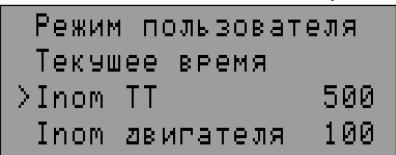

Рисунок 5.5 – Меню пользователя
- 2) кнопками **ВВЕРХ** или **ВНИЗ** выбрать необходимый параметр (на рис.5.5 выбран параметр "Inom TT" – номинальный ток ТТ)